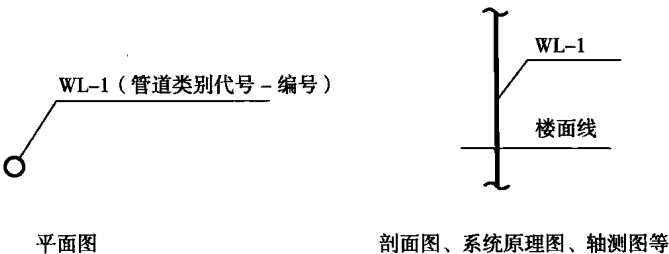

图 1-8 立管编号表示法
(2) 建筑物内穿越楼层的立管，其数量超过 1 根时，应进行编号，编号应按图 1-8 的方法表示。